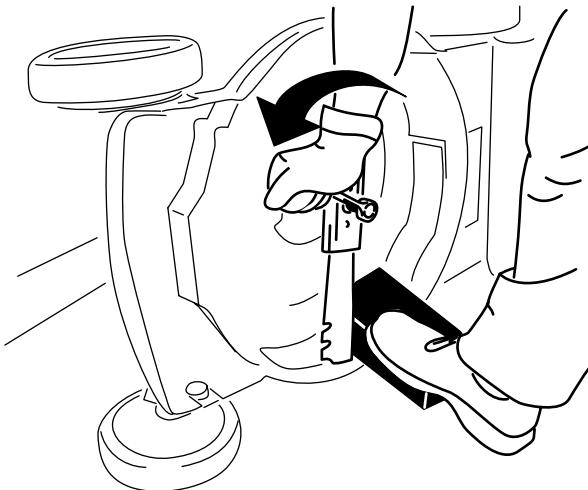

図 26
3. 角材などを使ってブレードをしっかり保持する図 26。
4. ブレードを取り外す。外したボルト類はすべて保管する図 26。